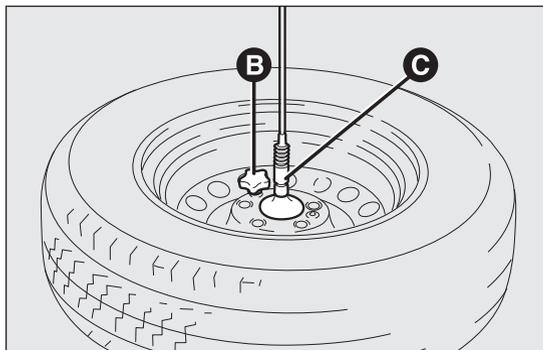

fig. 120
- retirar el capuchón B fig. 120 y desenganchar el cable de retención, a continuación, soltar la rueda del soporte dentado C aflojando los 2 tornillos;